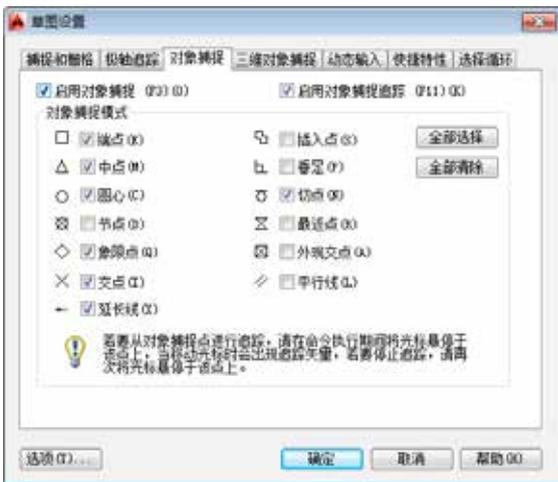

图3-7 勾选【启用对象捕捉】复选框
- ★ 菜单栏：执行【工具】|【绘图设置】命令，在系统弹出的【草图设置】对话框中选择【对象捕捉】选项卡，勾选【启用对象捕捉】复选框，如图3-7所示。